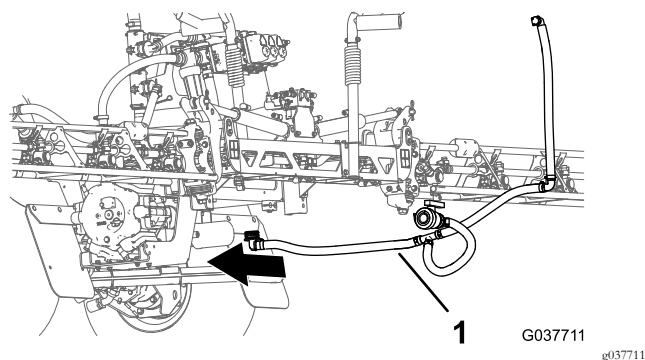

Figura 74
3. Allineate il gruppo flessibile di bypass e di spurgo nella parte posteriore della macchina (Figura 74).